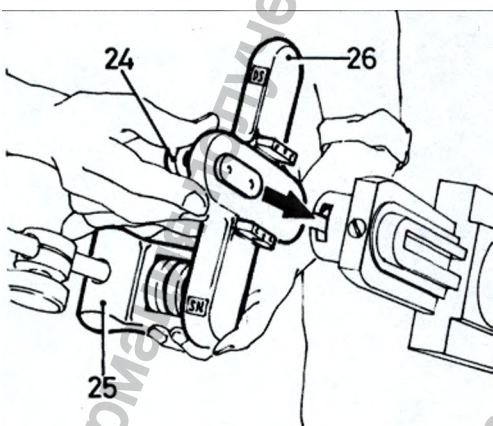

Рис. 3
□□ Вставьте направляющую аксессуара в паз механической руки (рис. 3).